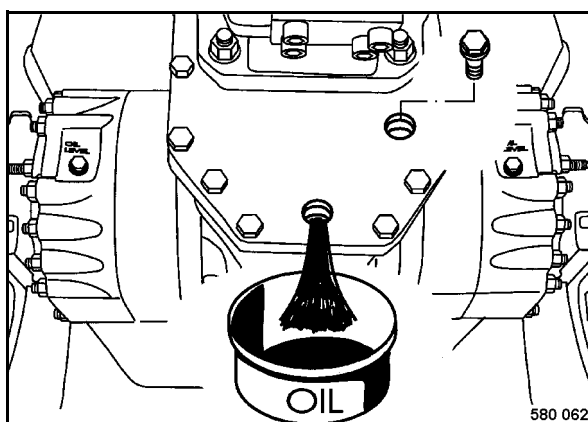

Fig. 155
- Desenroscar el tapón de llenado (Fig. 155).